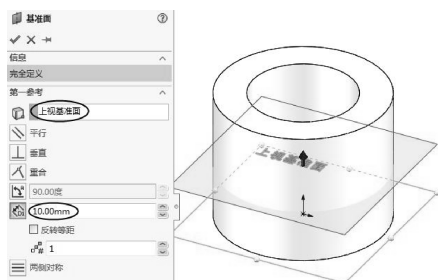

图 3-103 新建基准面
- 单击  基准面 按钮，新建一个基准面 1，如图 3-103 所示。